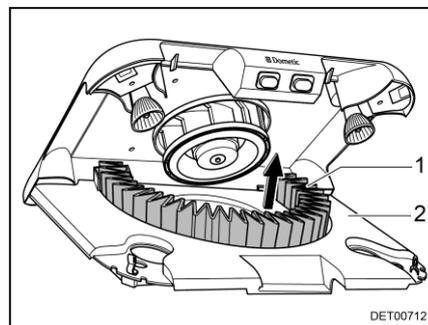

Fig. 153 Cambio del filtro de carbón activado
- Extraer el filtro de carbón activado (Fig. 153,1) hacia arriba del soporte.
- Girar el porta filtro (Fig. 153,2) hacia arriba hasta que engatille.